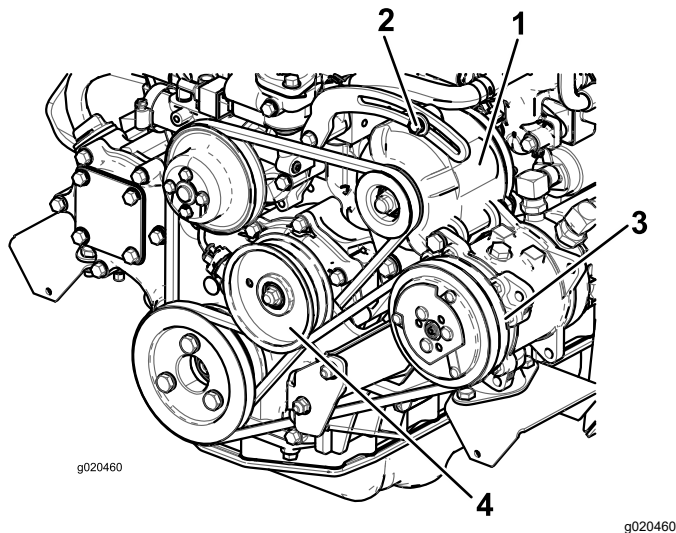

Figura 114
Si la desviación no es de 10 mm, afloje los pernos de montaje del alternador (Figura 114).
Compruebe la condición y la tensión de la correa (Figura 114) cada 100 horas de operación.
2. Si la desviación no es de 10 mm, afloje el perno de montaje de la polea tensora (Figura 114). Aumente o reduzca la tensión de la correa del compresor y apriete el perno. Verifique de nuevo la desviación de la correa para asegurarse de que la tensión es la correcta.